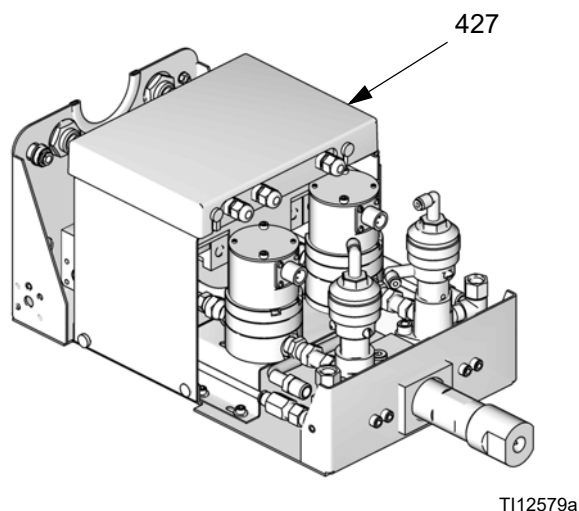

FIG. 27 : dépose du couvercle de la carte de commandes
2. Retirez le couvercle de la carte de commandes (427). FIG. 27.